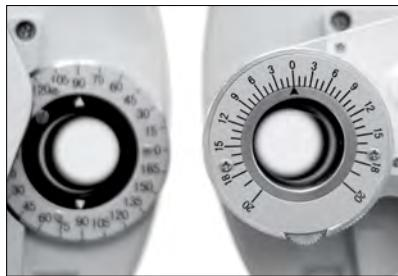

图44
(1) 马氏杆和旋转棱镜方式
a、首先作水平隐斜视检查。与4.8.5双目平衡测试(1)旋转棱镜方式一样。旋转辅助镜片旋钮⑪，将右眼设置为RMH。(图44)转动棱镜旋转钮⑫使它的0设定在三角符号上对准左眼。将一小束固定光照在图表的位置上。王先生的右眼可以看到一条红色直线(图45a)，左眼可以看到一个亮点(图45b)。它们可能是图46中的a或b。当棱镜旋转钮⑫转动时，亮点也会移动。问被测者何时看到图46b所示的图像。测试结果如图47所示。棱镜旋转大小显示为2。结果为2△BI(基底向内)表示2△外斜。